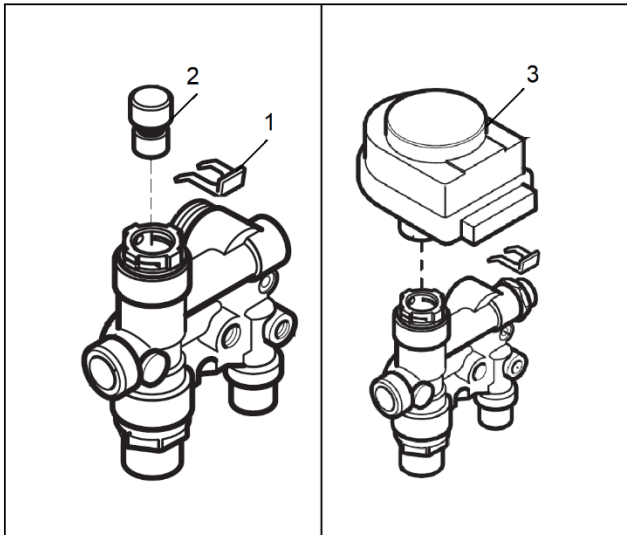

Рис. 1. Схема установки электропривода
- удалите фиксатор 1 (рис. 1) и извлеките блокиратор клапана 2 (рис. 1)
- установите электропривод 3 (рис. 1) и установите фиксатор 1 (рис. 1) на прежнее место.